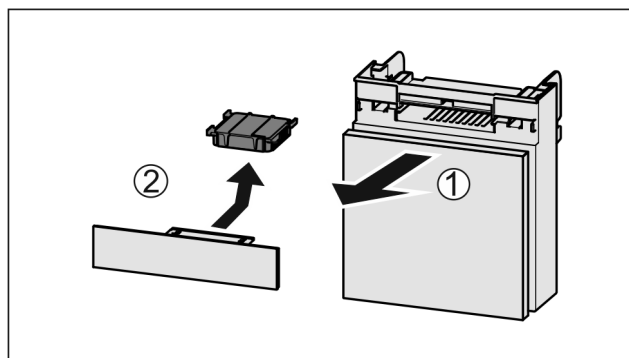

Fig. 31
- ▶ Predal izvlecite Fig. 31 (1) naprej.
- ▶ Odstranite Fig. 31 (2) aktivni ogljeni filter.